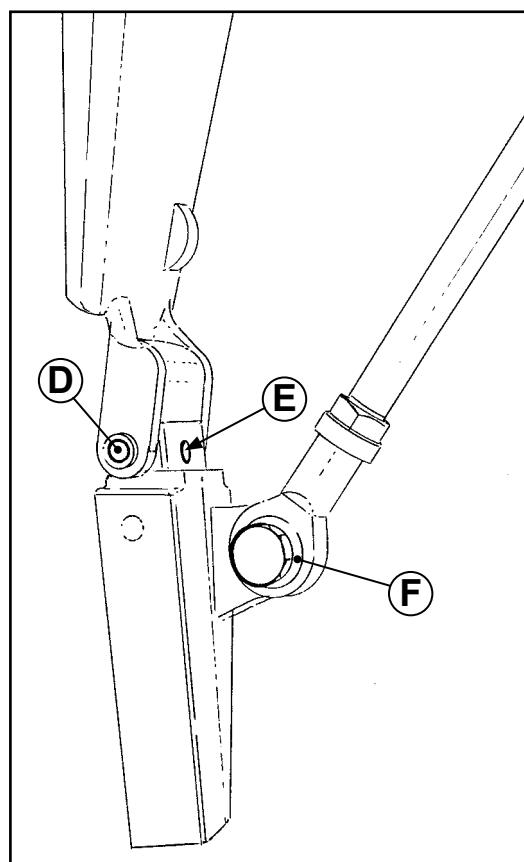

Fig. 2
- Tap with a plastic mallet to get the ploughshare out of its seat. In this phase, we recommend to verify the wear of the bushings (D), pins (E) and the head swivel (F - Fig. 2).
- En donnant des coups avec un maillet en plastique, faire sortir le soc de son logement. Durant cette phase, il est conseillé de vérifier aussi l'usure des bagues (**D**), du pivot (**E**) et de la tête d'articulation (**F** - Fig. 2).
- Golpeando con un martillo de plástico, haga salir la reja de su asiento. En esta fase es aconsejable verificar también el deterioro de los casquillos (**D**), del perno (**E**) y de la cabeza de articulación (**F** - Fig. 2).